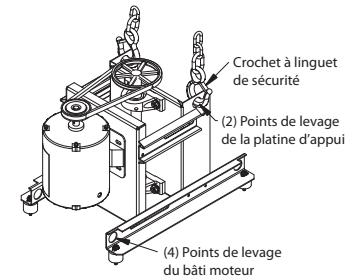

Figure 3 — Oreilles de levage
4. Utiliser les oreilles de levage sur le bâti du moteur et soulever et poser l'appareil sur la costière. Voir la Figure 3.